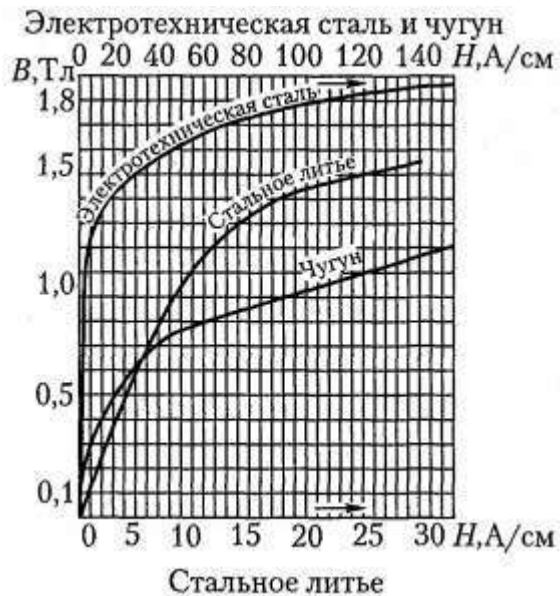

Рисунок 8.2- Кривые намагничивания стали и чугуна
- Г). По кривым намагничивания (рисунок 8.2) для каждого ферромагнитного участка определяют напряженность магнитного поля H .